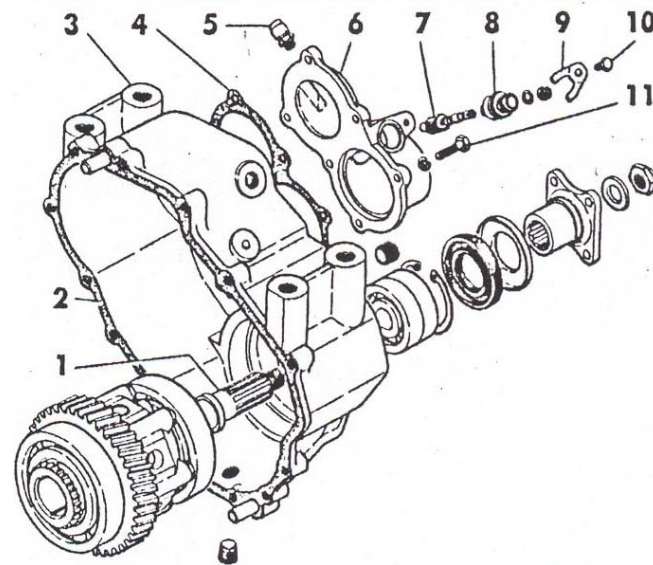

Рис.6.9 Детали заднего картера раздаточной коробки:
- отвернуть болты 11 (рис. 6.9) крепления задней крышки 6 подшипника первичного вала и снять заднюю крышку;
При разборке задней крышки коробки привода заднего ведущего моста (при исполнении с водомётom - передней крышки) необходимо отвернуть болт 10 (рис. 6.9) и снять стопор 9, после этого извлечь из крышки штуцер 8 и ведомую шестерню 7 привода спидометра.